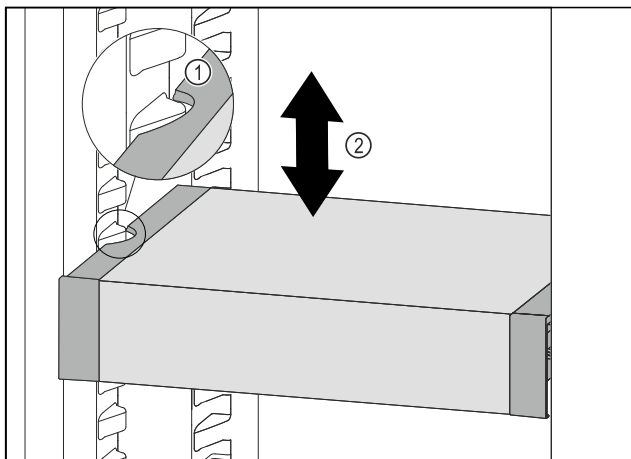

Fig. 118
- ▶ Изтеглете VarioSafe напред, докато страничните прорези на VarioSafe се намират на височината на ребро на съда в хладилната част. Fig. 118 (1)
- ▶ Преместете VarioSafe нагоре или надолу в хладилната част, докато се достигне желаната височина. Fig. 118 (2)